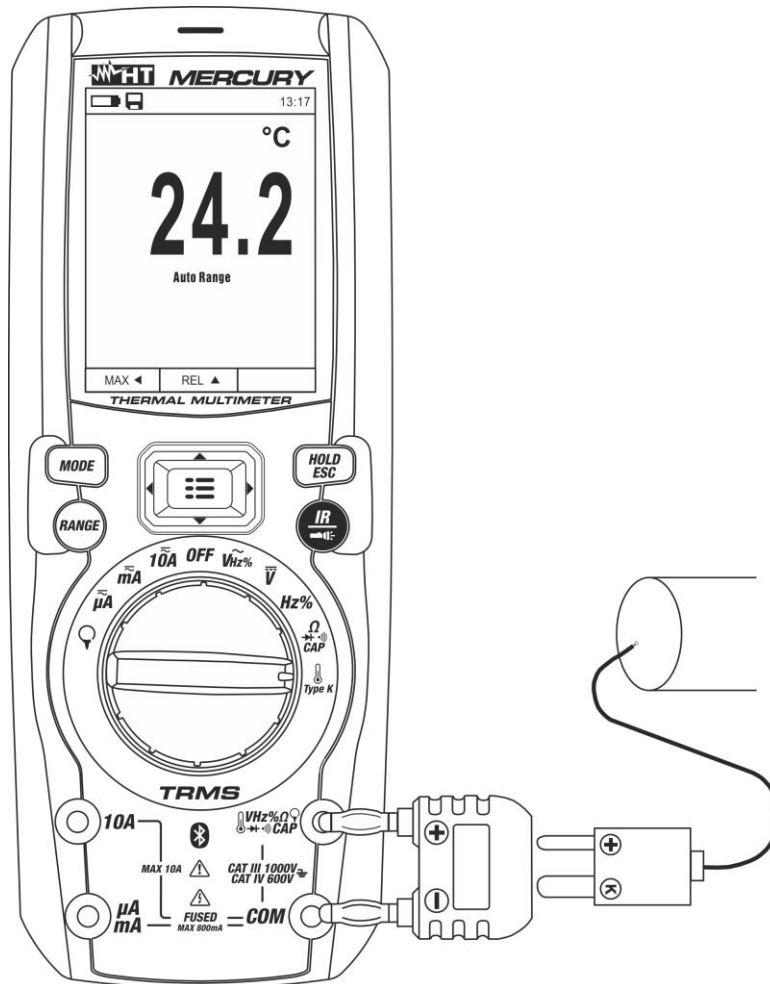

Fig. 27: Uso del instrumento para medida de Temperatura
3. Inserte el adaptador en dotación en los terminales de entrada **VHz% CAP Ω** (polaridad +) y **COM** (polaridad -) (ver Fig. 27)